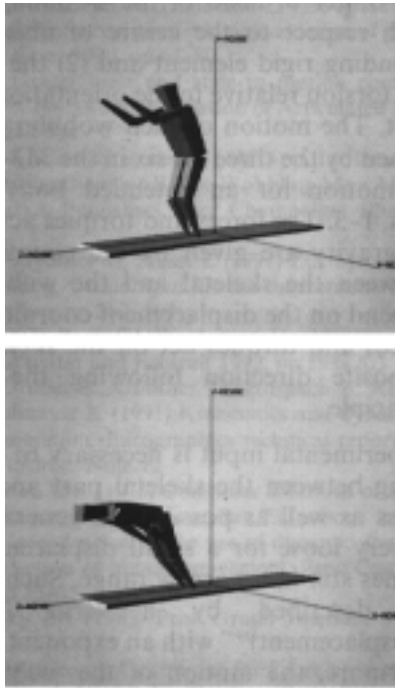

Bild 1.4: Sprung auf Brett
- ◇ Steigerung von Sportleistungen durch Kompensation von Fehlbewegungen z. B. beim Turnen (Bild 1.4), Skifahren, etc.